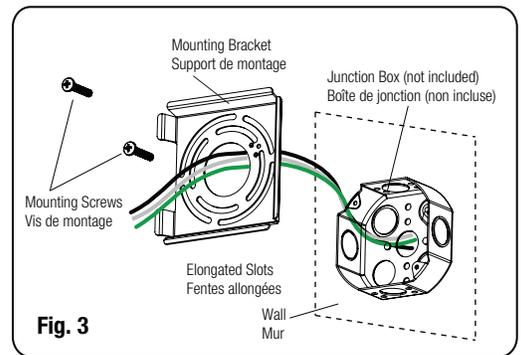

Fig. 3
7. Use the mounting screws to attach the mounting bracket flush to the junction box, make sure the mounting bracket is leveled before tightening fully the mounting screws (Fig. 3).
6. Utiliser les vis de montage pour fixer le support de montage à la boîte de jonction, assurez-vous que le support de montage est de niveau avant de serrer complètement les vis de montage (Fig. 3).